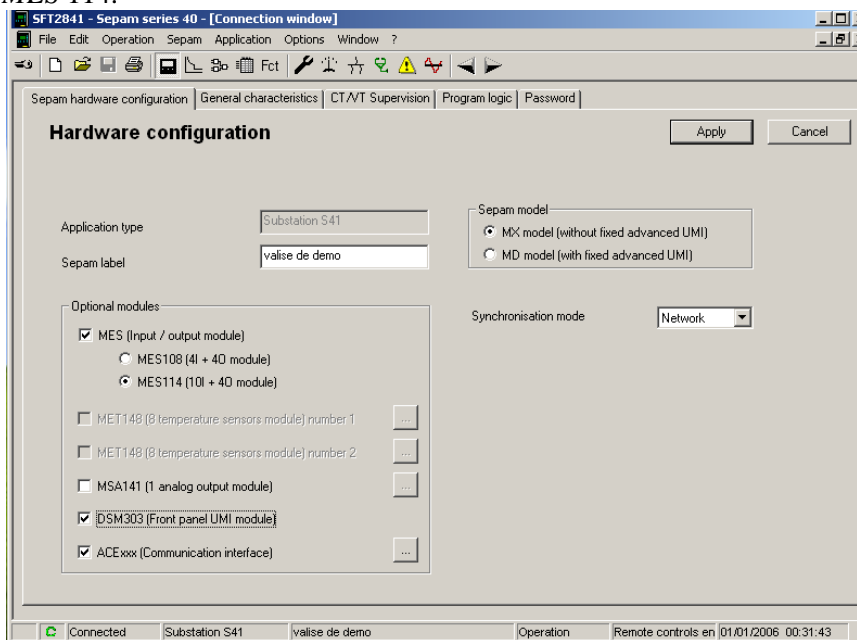

Рис. 1.2 - Конфигурация *Sepam*
1. Hardware configuration (Конфигурация *Sepam* - рис. 1.2).